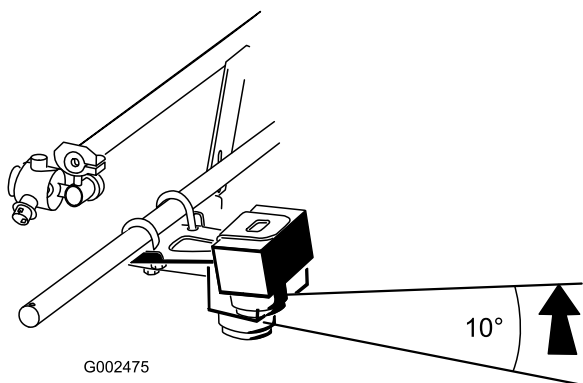

Figura 6
5. Gire el sensor hacia arriba hasta que esté a 10 grados aproximadamente por encima del horizontal, luego apriete las contratuercas de las abrazaderas para sujetar el sensor (Figura 6).